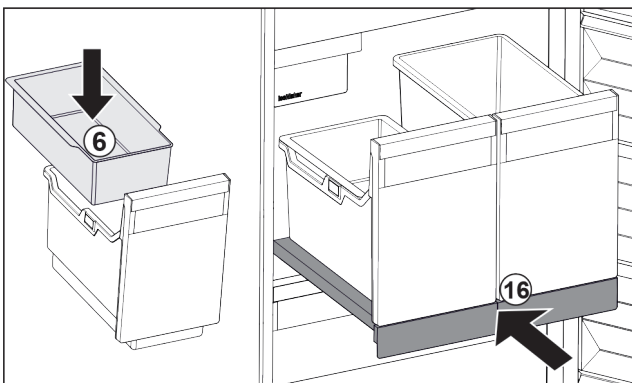

Fig. 96
- ▶ Поставете окачващата се поставка Fig. 96 (6) за ледени кубчета.
- ▶ Вкарайте изтеглящата се дъска със съдовете (IceTower). Fig. 96 (16)